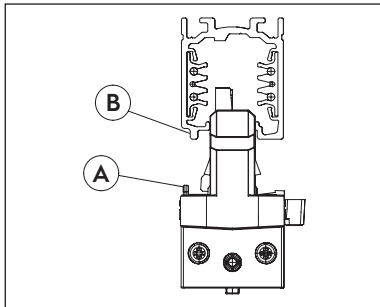
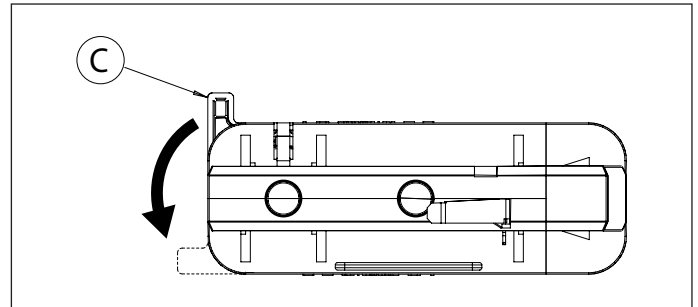

Abb. 3 Mechanische Schlüssel
Abb. 4 Drehen der Nocken
Den Adapter in so in die Stromschiene stecken, dass der mechanische Schlüssel (A) vom Adapter in der Aussparung (B) an der Schiene zu sitzen kommt (Abb. 3). Die Hebel der beiden Nocken (C) und (D) um ca. 90° drehen, bis sie blockiert sind (Abb. 4).